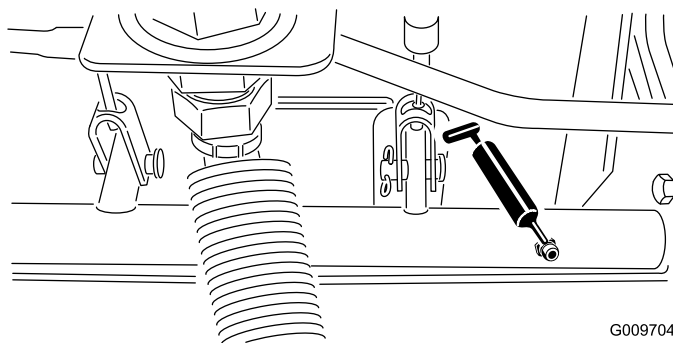

Figure 101
- Roulements de pivot d'axes de freins (5); voir Figure 101.